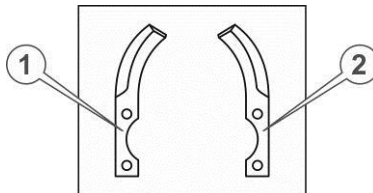

Рисунок 4.6. Ножи Ґрунтофрези
2. Взяти з комплекту Ґрунтофрези по одному лівому і правому ножу (див. рисунок 4.6.).